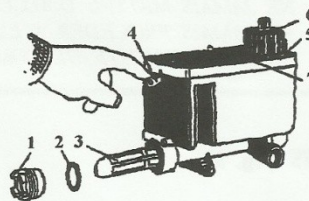
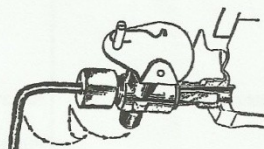

Fig. 4
Fig. 6
DISTRIBUTEUR (fig. 4)
Si le combustible n'arrive pas au brûleur, s'assurer d'abord qu'il arrive normalement au distributeur. Pour cela ôter la plaque de dessus ● (fig. 4). Le combustible doit être au niveau indiqué par les deux marques en saillie à l'intérieur du distributeur (le niveau correct se situe à la marque inférieure).
- ① Mise de la manette en position 6.
- ② Enclenchement du distributeur par l'intermédiaire du levier ● (fig. 4).
- ③ Ouverture du robinet du réservoir.
- ① Enclencher le distributeur en appuyant sur le levier ●, un déclic doit se produire (fig. 4).
- ② Ouvrir la vanne du réservoir en dévissant complètement le bouton moleté (sens contraire des aiguilles d'une montre). Celle-ci ne doit être refermée qu'en cas d'arrêt prolongé.
- ③ Positionner la manette d'allure de chauffe entre 2 et 3.
- ④ Ouvrir le starter d'allumage (fig. 6).
- ⑤ Vous assurer que le combustible arrive au brûleur (par le hublot).
- ⑥ Verser un bon verre d'alcool à brûler sur le fond du brûleur (éviter d'en mettre dans le tube inducteur).
- ⑦ Allumer.
FERMETURE DU STARTER (fig. 6)
- ① Ramener la manette d'allure de chauffe à 0.
- ② Relever le levier d'enclenchement ⑤ du distributeur (vous devez entendre un déclic) (fig. 4).
A cette allure la combustion doit se situer à la hauteur des anneaux de ralenti. La flamme doit être à prédominance bleue. Si la flamme est trop haute ou trop faible (dans le fond du pot) agir sur la vis de réglage 'petite flamme' ⑤ du distributeur (fig. 4) par 1/8 de tour.
A cette allure la combustion doit se situer à la tête du brûleur (couronne de trous supérieurs). La flamme doit être haute et blanche avec base bleutée. Elle ne doit être ni fumeuse, ni se décoller de la couronne. Si la flamme n'est pas normale, agir sur la vis de réglage 'grande flamme' ⑥ du distributeur (fig. 4) par 1/8 de tour.
TUBE D'ALIMENTATION EN COMBUSTIBLE (fig. 6)
L'emploi d'un combustible de mauvaise qualité peut obstruer le filtre du réservoir et le filtre du distributeur. Dans ce cas démonter les filtres, les rincer dans du combustible propre. Prendre soin de bien replacer le joint d'étanchéité ● au remontage (fig. 4).